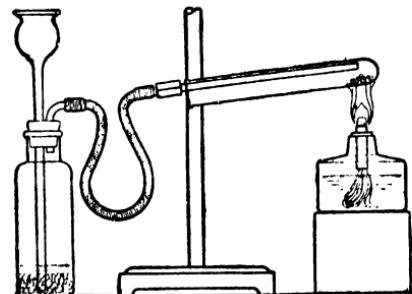

Рис. 49. Прибор для восстановления окиси меди водородом.
■ **Опыт.** К приборчику для получения водорода (рис. 49) присоедините стеклянную трубку, которую укрепите в зажиме штатива слегка наклонно, как на рисунке. Испытайте чистоту водорода и, когда пойдёт чистый водород, наденьте на трубку пробирку с небольшим количеством окиси меди (рис. 49).